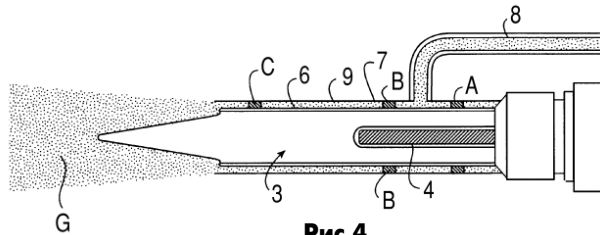

Рис.4
**Паяльник, работающий в среде инертного газа**, описан в патенте США 6247631 (2000 г.). Паяльник содержит жало 3 (рис.4), внутри которого находится нагревательный элемент 4. На жало надеты две трубки: внутренняя 6 и внешняя 7, между которыми проходит инертный газ G, подаваемый по магистрали 8. Между трубами 6 и 7 расставлены прокладки А, В, С, благодаря которым зазор между трубами сохраняется постоянным по окружности. Поэтому инертный газ равномерно обтекает жало.